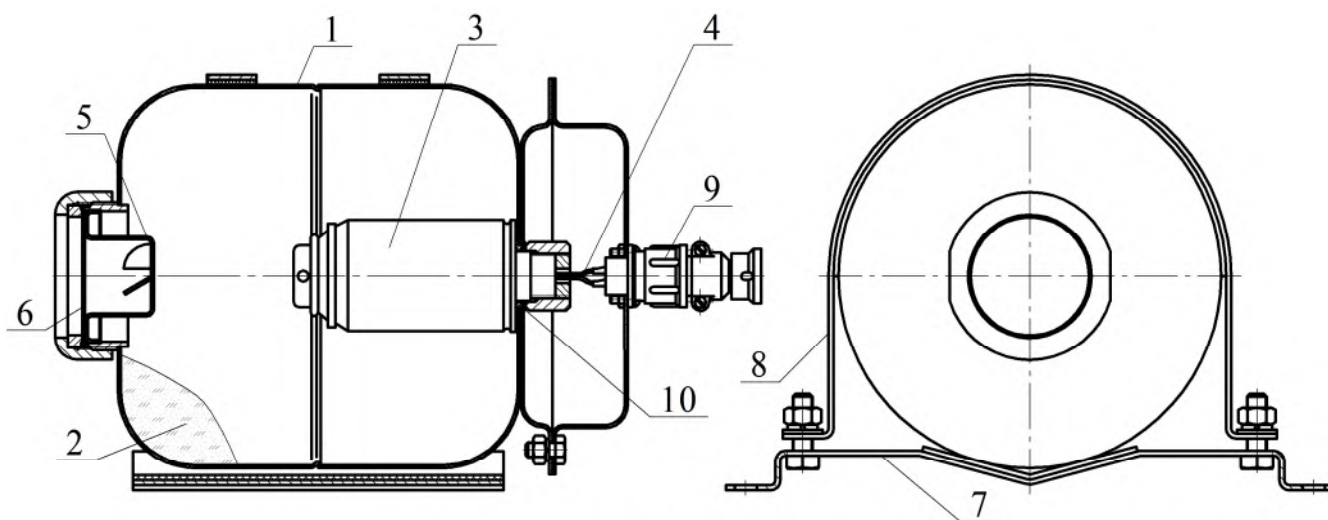

Рисунок 1
4.1.1 МПП (см. рисунок 1) состоит из корпуса **1**, в котором размещаются огнетушащий порошок (ОП) **2** и источник холодного газа (ИХГ) **3** с элементом электропусковым **4**. В передней части корпуса находится насадок-распылитель **5**, выходное отверстие которого перекрыто мембраной **6**. МПП снабжён кронштейном **7**, к которому при помощи хомутов **8** поджат МПП. Элемент электропусковой **4** ИХГ **3** соединен с электрическим разъемом **9**, через который осуществляется электрическая связь с пусковой цепью.
6.2 Закрепить кронштейн 7 (см. рисунок 1) на потолке, стене или иной несущей плоскости, расположенной под любым углом относительно поверхности пола. Координаты отверстий в кронштейне, предназначенном для крепления МПП, приведены на рисунке 2.
6.7 Проверить электрическое сопротивление элемента электропускового безопасным током согласно требованиям п. 10 таблицы 1. Подсоединить через разъем 9 (см. рисунок 1) кабель цепи запуска с элементом электропусковым.
- ИХГ-3(М)-06 СИАВ 066614.025.000 ТУ (поз. 3 рисунок 1) – 1 шт.;
- резиновое кольцо 020-026-36 ГОСТ 9833-73 (поз. 10 рисунок 1) – 1 шт.;
- огнетушащий порошок ИСТО-1 ТУ 20.59.52-001-54572789-2021 (поз. 2 рисунок 1) – 2,6 кг;
- мембрана черт. СИАВ 634233.006.003 (поз. 6 рисунок 1) – 1 шт.